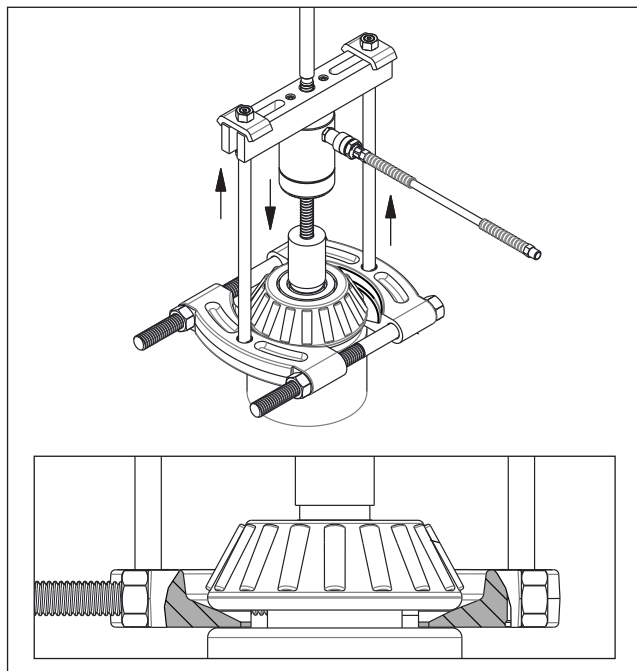

図12: ベアリングセパレーターアタッチメント - 「B」方向 (一般的)
ただし、作業スペースが非常に限られている用途の場合は、アタッチメントを図12に示すような「B」の方向に取り付けて、牽引の手順を開始する必要があります。この方向の場合は、各セパレーターの片側のくぼんだ面が、取り外す部品に対して配置されます。
- 取り外すベアリングにプラーを取り付けます。プラーのレッグとベアリングカッププラーのジョーを調整します。図12を参照してください。